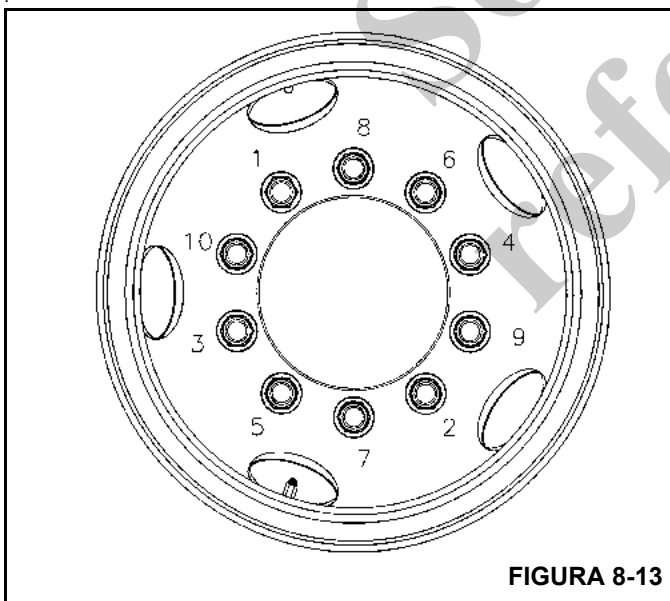

FIGURA 8-13
4. Apriete las tuercas de las ruedas a un par de apriete preliminar de 68 Nm (50 lb-pie) en la secuencia que se muestra en la Figura 8-13.
Apriete las tuercas de rueda a un par de apriete de 610 a 679 Nm (450 a 500 lb-pie) en la secuencia que se muestra en la (Figura 8-13). Vuelva a apretar las tuercas de rueda 80 a 160 km (50 a 100 millas) después de haber quitado y vuelto a colocar las ruedas. Luego, revise el par de apriete cada 804 km (500 millas).